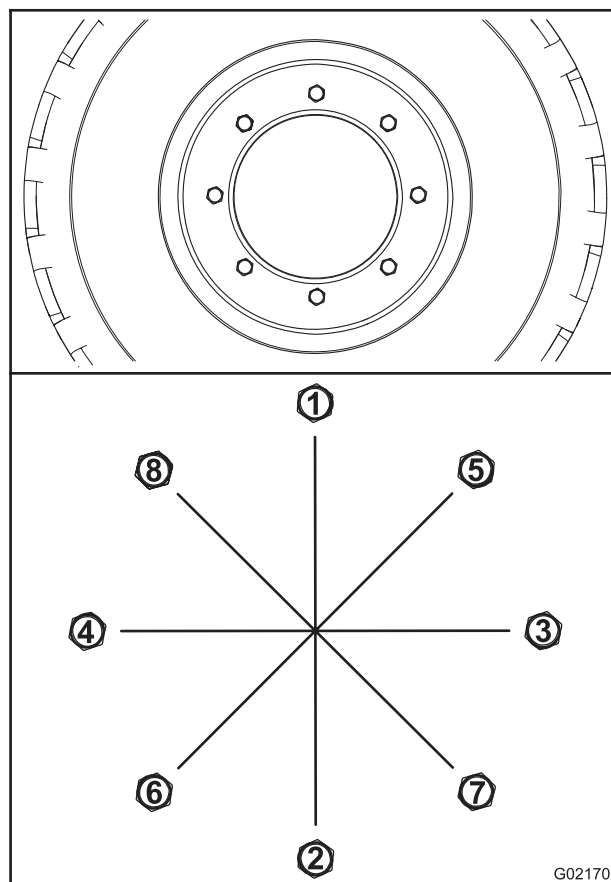

Рисунок 63
- A. Затяните все гайки колеса с моментом 100 Нм (75 фунт-футов) в последовательности, показанной на Рисунок 63.
- В. Затяните все гайки колеса с моментом 200 Нм (150 фунт-футов) в последовательности, показанной на Рисунок 63.
- С. Затяните все гайки колеса с моментом 300 Нм (225 фунт-футов) в последовательности, показанной на Рисунок 63.